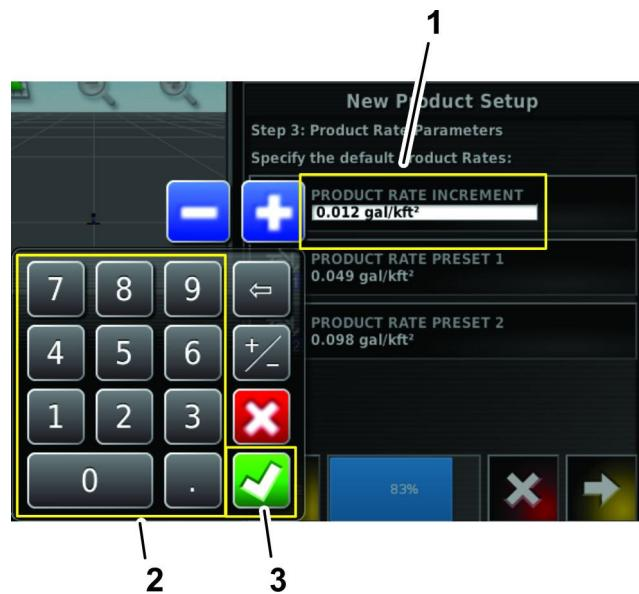

图 33
- A. 使用显示屏的数字键盘为 2 个预设喷洒率输入喷洒率增量图 33。
B. 按确认图标图 33。
A. 使用显示屏的数字键盘输入预设喷洒率图 33。